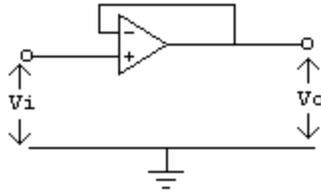

Figura 27. Configuración en modo seguidor
- Modo seguidor: Este circuito proporciona una ganancia unitaria sin inversión de polaridad o fase. Se cumple que $V_o = V_i$ (Figura 27)